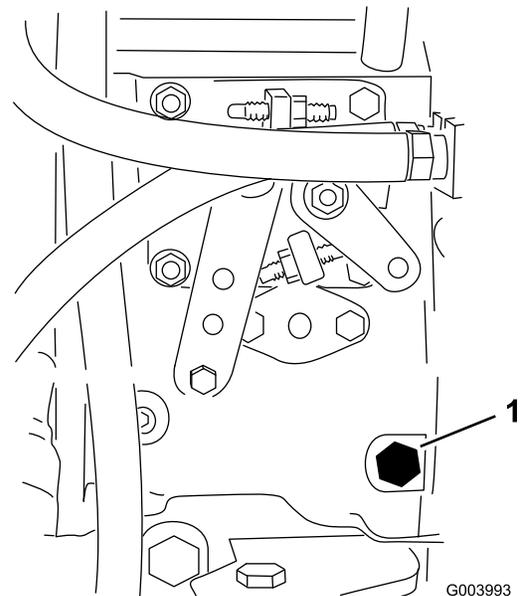

図 30
3. 燃料噴射ポンプ 図 30 についているエア抜きネジを、12mmのレンチを使って開く。